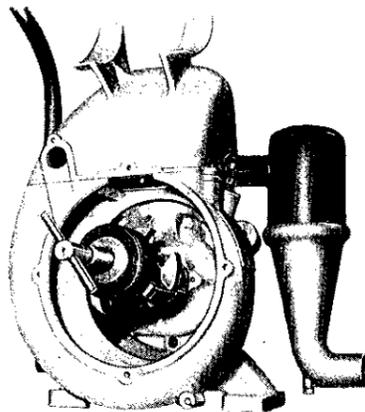

Bild 20. Unterbrechernocken und Starterritzel mit Abzieher für Starterritzel abziehen
9. Unterbrechernocken und Starterritzel mit Abzieher für Starterritzel abziehen (Bild 20).